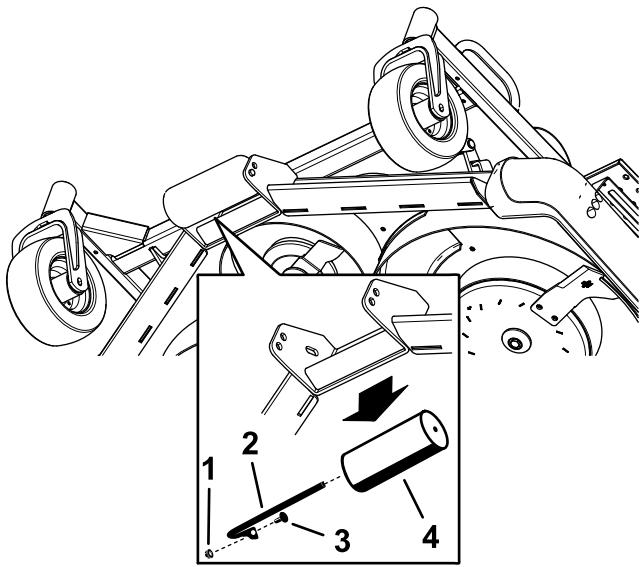

Figura 30
4. Retire el eje del rodillo, el perno y la tuerca que sujetan el rodillo al soporte de la carcasa (Figura 30).